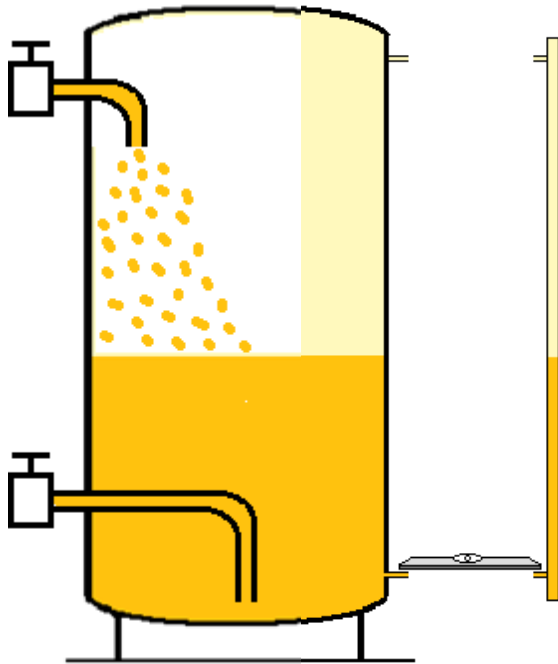

Figure 2
- Piquages axés horizontalement entre colonne et réservoir (Fig. 2)